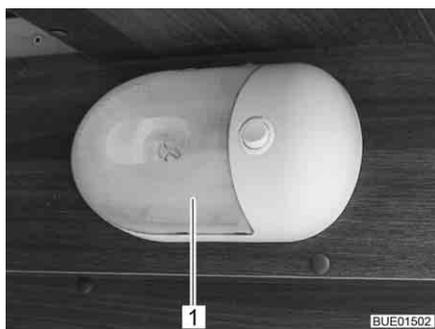

Fig. 239 Lampada a parete
- Comprimere leggermente sui due lati la copertura trasparente (Fig. 239,1), staccarla appena dall'interruttore e tirarla in avanti.